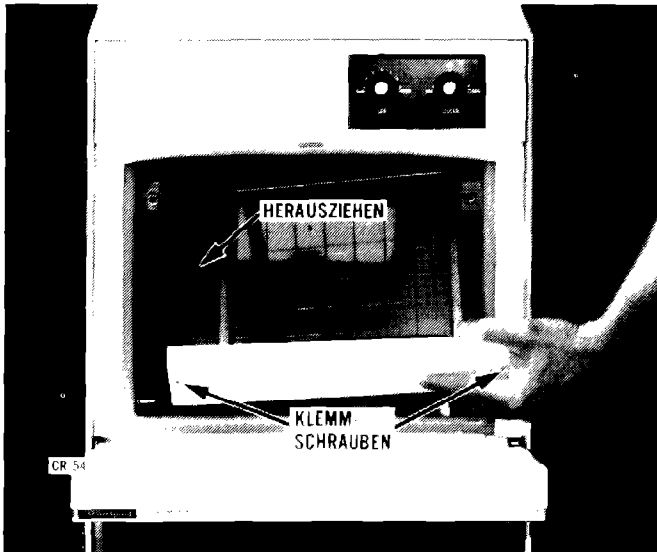

ABB. 4
2. Schneidgitter (zwei Klemmschrauben) (Abb. 4) entfernen. Das Gitter gleitet von zwei Halterungen neben der Wasserwanne herunter.